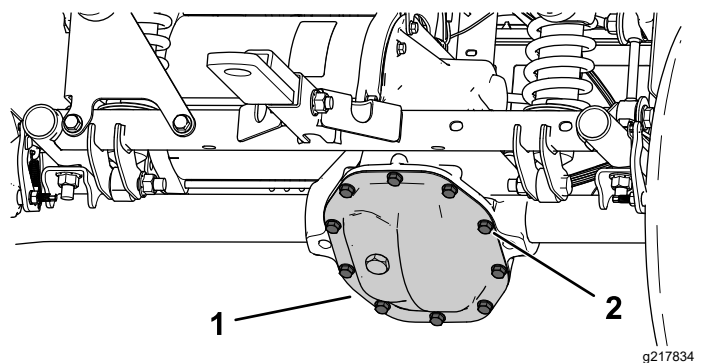

Bild 50
1. Stellen Sie eine Auffangwanne unter die Getriebeabdeckung (**Bild 50**).
2. Entfernen Sie die Schrauben von der Getriebeabdeckung und lassen Sie die Flüssigkeit ganz ab (Bild 50).